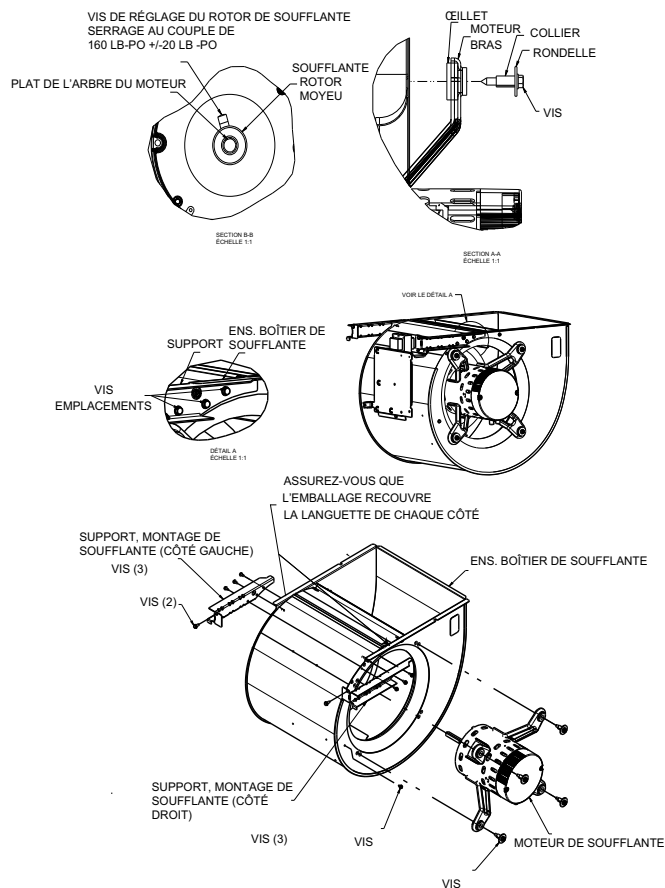

Fig. 67 – Ensemble de soufflante en marche 1002122
6. Sur le modèle 11002122, la vis supérieure fixant la soufflante à l'étagère doit être retirée pour pouvoir la retirer. (Consultez la Fig. 67) Nettoyez le rotor et le moteur de la soufflante à l'aide d'un aspirateur à brosse douce. Faites attention de ne pas déplacer les masselottes d'équilibrage (pinces) des aubes du rotor de soufflante. Ne pliez pas le rotor ou les lames, car cela affecterait l'équilibre.
15. Sur le modèle 1002122, assurez-vous que l'enveloppe de la soufflante repose sur les deux languettes des parois latérales de la soufflante. (Consultez la Fig. 67) Rebranchez les fils de soufflante au panneau de commande de la chaudière. Reportez-vous au schéma de câblage de la chaudière et raccordez les fils de thermostat s'ils avaient été débranchés.